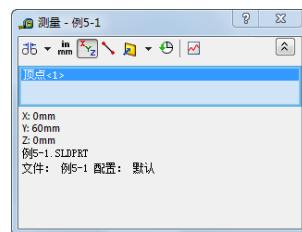

图 5-3 “测量”属性管理器
- 02 执行测量命令。在菜单栏中选择“工具”→“测量”命令，或者单击“工具”工具栏中的“测量”图标按钮 ，此时系统弹出如图 5-3 所示的“测量”属性管理器。